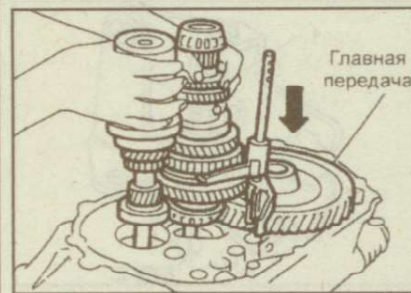

Рис. 9.264. Установка первичного и вторичного валов
5. Установите первичный и вторичный валы в сборе свилкой переключения 1-й и 2-й передач (рис. 9.264).